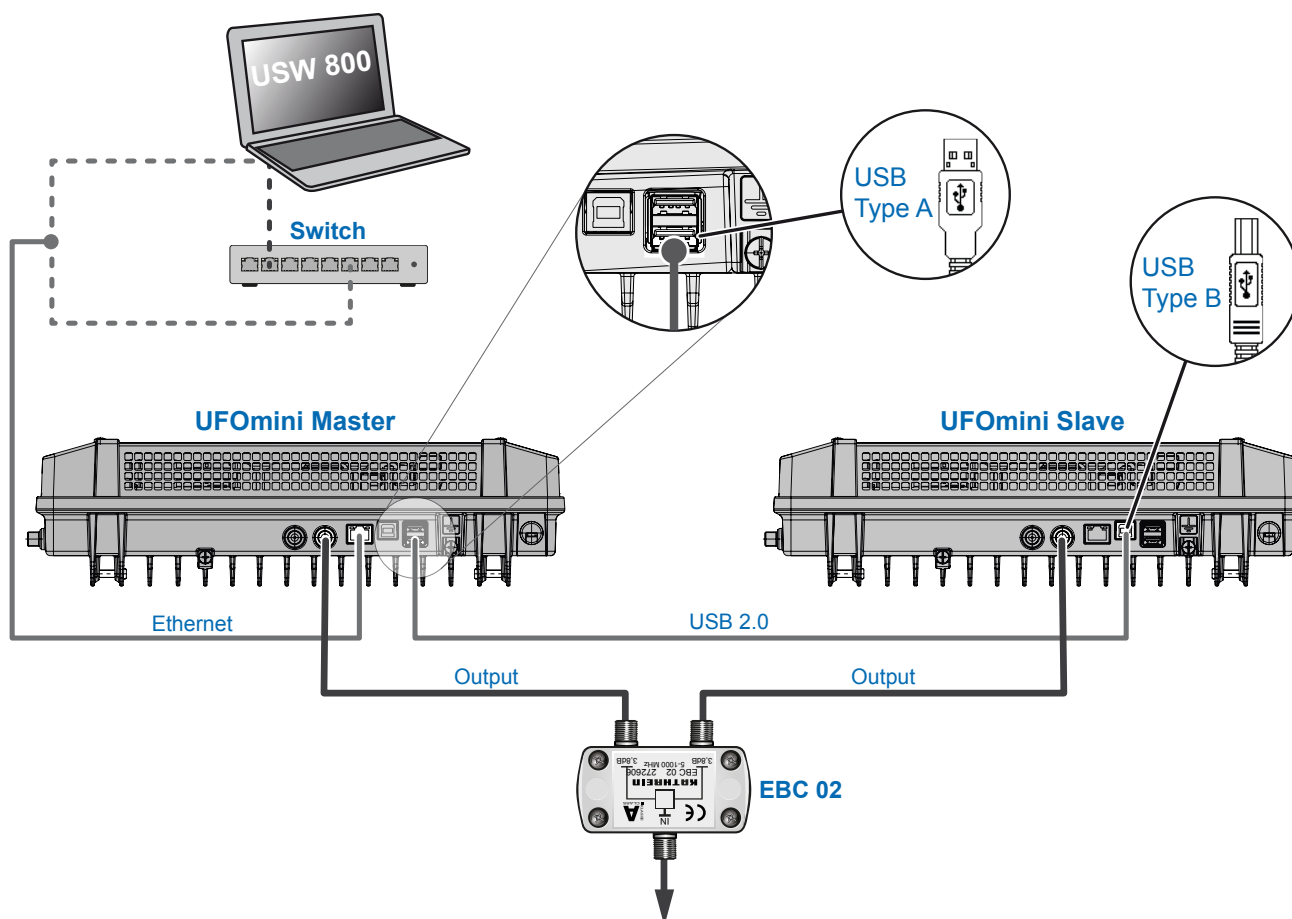

Fig. 4: Cablaggio
2. Collegare il computer con un cavo Ethernet¹⁾ alla presa RJ45, all'occorrenza mediante un switch o router; vedere Fig. 4, pag. 5. La testata lavora ora come *master*.
3. Se è presente una seconda testata: Collegare la seconda testata alla prima mediante un cavo USB 2.0 (Fig. 4). Tenere conto di quanto segue: